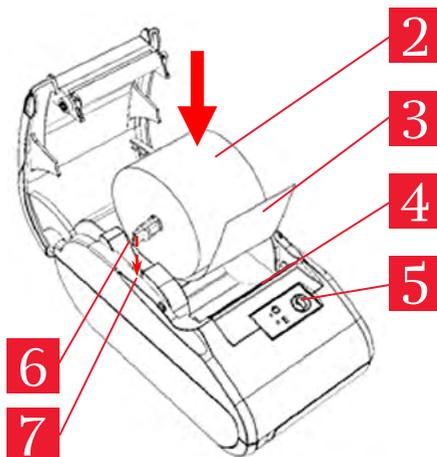

Рисунок 5. Заправка бумаги
2. Установить ось 6 в рулон ЧЛ 2 (рисунок 5).